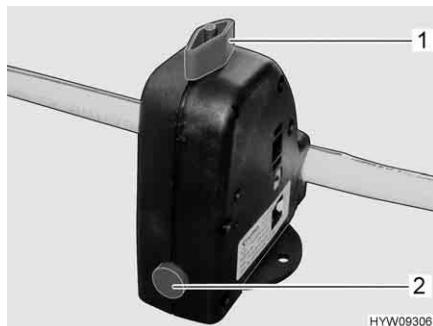

Fig. 121 Valvola di sicurezza/di scarico
Il boiler è dotato di una valvola di sicurezza/di scarico (Fig. 121). La valvola di sicurezza/di scarico impedisce che l'acqua congeli nel boiler in presenza di basse temperature esterne, quando il riscaldamento dell'autocaravan non è acceso.
- Chiudere la valvola di sicurezza/di scarico. A tal fine ruotare la manopola (Fig. 121,1) verticalmente rispetto alla valvola di sicurezza/di scarico e premere verso l'interno il bottone automatico (Fig. 121,2).
- Aprire la valvola di sicurezza/di scarico. A tal fine ruotare la manopola (Fig. 121,1) nel senso della lunghezza della valvola di sicurezza/di scarico. Il bottone automatico (Fig. 121,2) scatta all'infuori. Il boiler viene svuotato verso l'esterno tramite la valvola di sicurezza/di scarico.